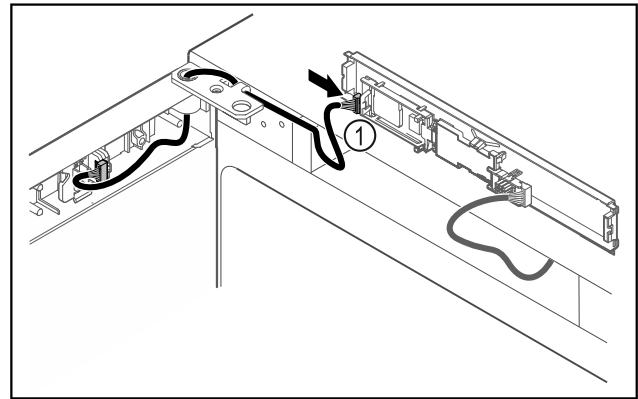

Fig. 45
- ▶ Įkiškite kištuką į plokštę Fig. 45 (1).